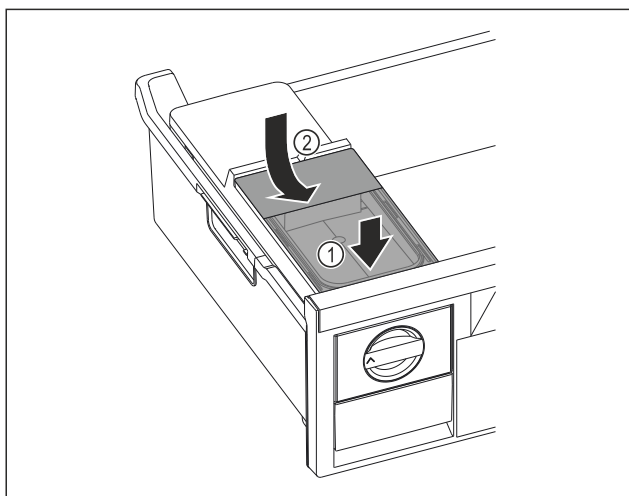

Fig. 97
- ▶ Zbiornik wody wsunąć od przodu. Fig. 97 (1)
- ▶ Zbiornik wody opuścić z tyłu. Fig. 97 (2)